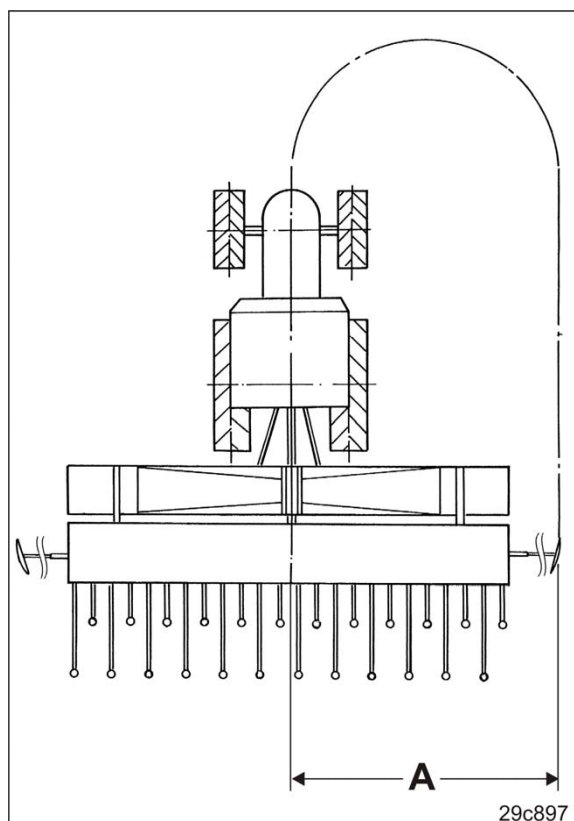

Fig. 196
5. Régler la longueur des traceurs sur la longueur "A" [voir tableau (Fig. 196)].